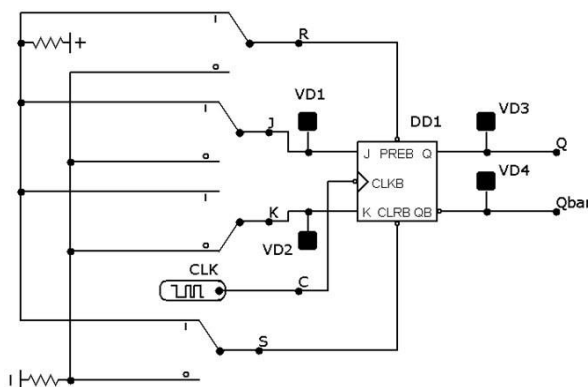

Рис. 4. Схема исследования JK триггера
Схема исследования триггера типа JK, представлена на рис. 4.
6. Соедините компоненты схемы проводниками в соответствии с рис. 4.
7. Переименуйте компоненты схемы (рис. 4), используя диалоговые окна настройки параметров компонентов (пункт **PART**).